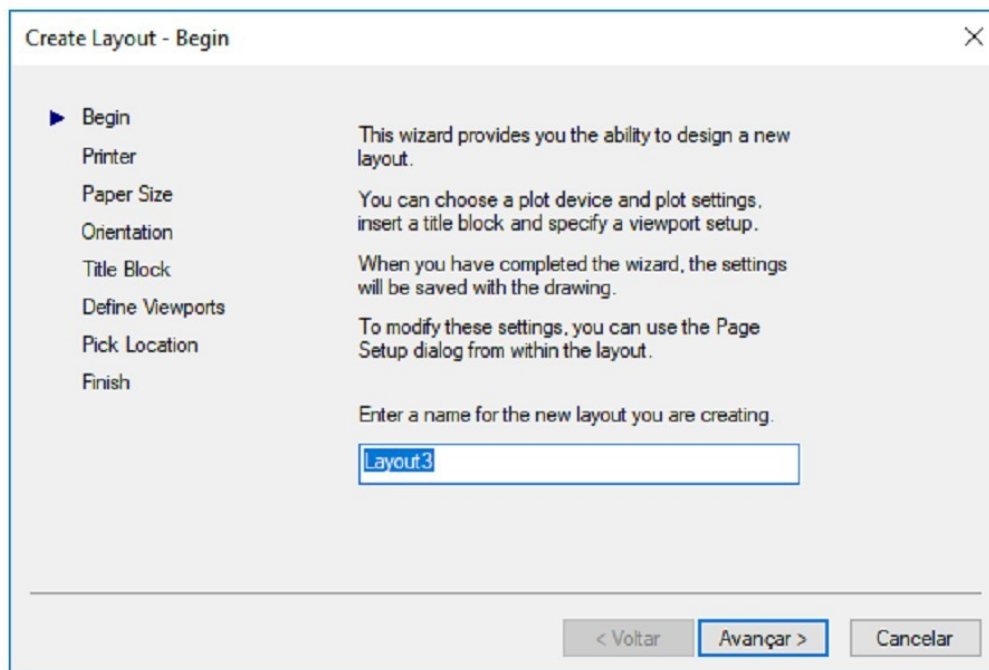

Figura 12.6 - Janela **BEGIN** do *CREATE LAYOUT*.
2. Na janela *CREATE LAYOUT* escreva o nome do novo *LAYOUT* que você deseja inserir (figura 12.6). Em seguida, clique em **AVANÇAR**.
3. Escolha a impressora ou plotter para impressão do seu desenho ou projeto. Para efeitos de definição do novo *LAYOUT* essa consideração não é altamente importante. Assim, se tiver dúvida, escolha qualquer opção que tenha extensão pc3 (figura 12.6). Clique em seguida na opção **AVANÇAR**.